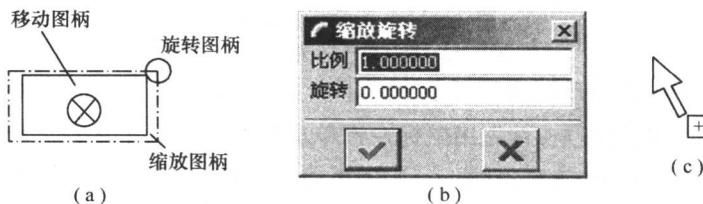

图 2-13 操纵框包围矩形及“缩放旋转”对话框
(1) 在图形窗口内画一个矩形,选择该矩形,单击 按钮,出现操纵框包围所选矩形,并弹出“缩放旋转”对话框,如图 2-13 所示。
(2) 选择旋转图柄并按住鼠标左键不放,上下拖动鼠标,所选图形会随之旋转,当拖动到某一满意位置时,释放鼠标左键,即可获得旋转后的图形,也可以在对话框中输入旋转的角度值来改变图形位置。
(1) 单击草绘工具栏上的 按钮,在图形窗口内,选择需要复制的图元(可按住 Ctrl 键,选取多个图元),选中的图元呈红色高亮显示。
(2) 选择主菜单中的“编辑”→“复制”命令,然后,再选择“编辑”→“粘贴”命令,此时,在图形窗口内,鼠标的形状如图 2-13(c)所示,在需要复制图元的位置单击鼠标,出现图 2-13(a)和(b) 所示的操纵框包围图元和“缩放旋转”对话框,随后的操作,与 2.3.4 节图形的旋转、缩放和移动相同。